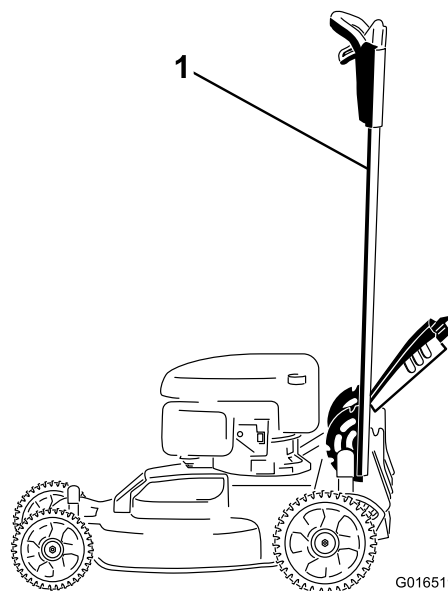

Figura 1
1. Bloquee el manillar en posición vertical (Figura 1); consulte Ajuste de la altura del manillar en el *Manual del operador*.